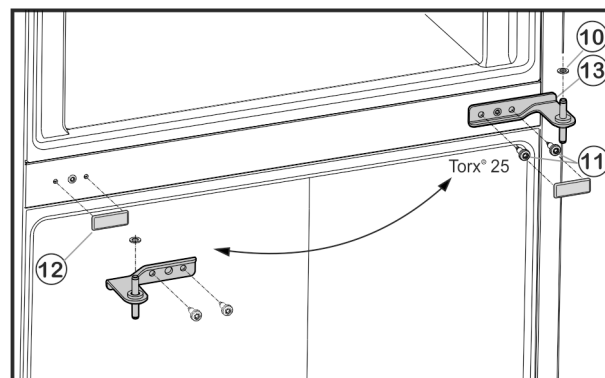

Fig. 6
- ▶ Vyskrutkujte upevňovacie skrutky Fig. 6 (11) (2x Torx® 25) a ložiskovú konzolu v strede vyťahnite zo spodných dverí.
- ▶ Odoberte plastovú podložku Fig. 6 (10).
- ▶ Krytku Fig. 6 (12) opatrne odoberte.
- ▶ Krytku Fig. 6 (12) znovu nasadte na opačnú stranu.
- ▶ Ložiskovú konzolu v strede Fig. 6 (13) otočenú o 180° nasadíte do spodných dverí a pomocou upevňovacích skrutiek Fig. 6 (11) (2x Torx® 25) ju znovu pevne naskrutkujte na novú stranu závesu (4 Nm).
- ▶ Opäť nasadíte plastovú podložku Fig. 6 (10).
- ▶ Vrchné dvere nasadíte na ložiskovú konzolu v strede Fig. 6 (13).